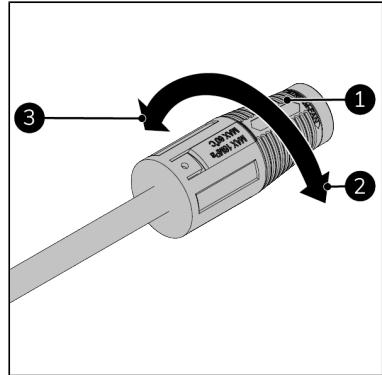

Figure 80.
3. Tournez la tête de la buse (Figure 80, pos. 1) pour modifier l'angle du jet :
- pour un angle inférieur (plus puissant), tournez-la dans le sens des aiguilles d'une montre (Figure 80, pos. 2).
- pour un angle supérieur (moins puissant), tournez-la dans le sens inverse des aiguilles d'une montre (Figure 80, pos. 3).